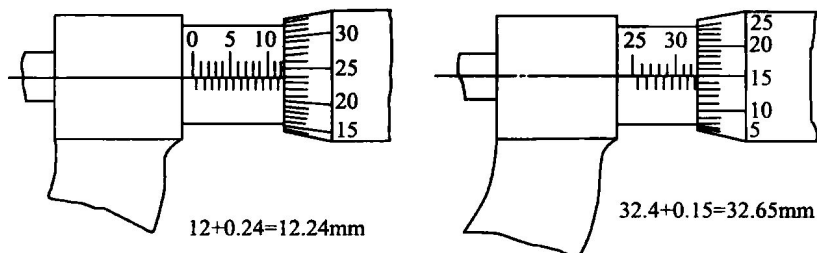

图 1-9 千分尺的读数方法
(2) 外径千分尺的读数方法
- ① 先读出固定套管上露出刻线的整毫米及半毫米数;
- ② 再看微分筒哪一刻线与固定套管的基准线对齐,读出不足半毫米的小数部分;
- ③ 最后将两次读数相加,即为工件的测量尺寸,如图 1-9 所示。